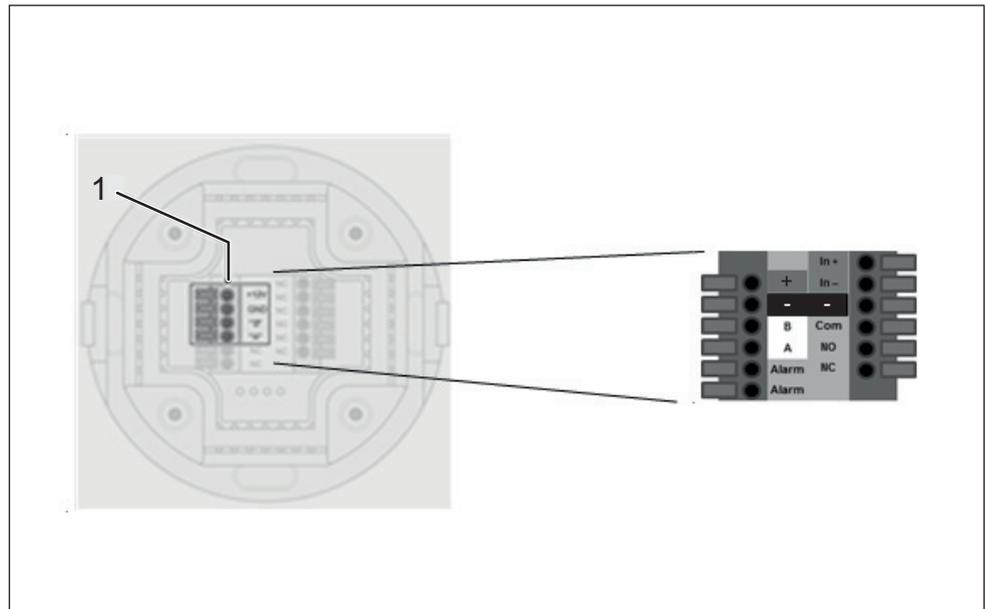

Fig. 10: connettore a morsetto sul lato posteriore
3. Collegare il cavo di connessione ai morsetti (Fig. 10/1) del lettore.